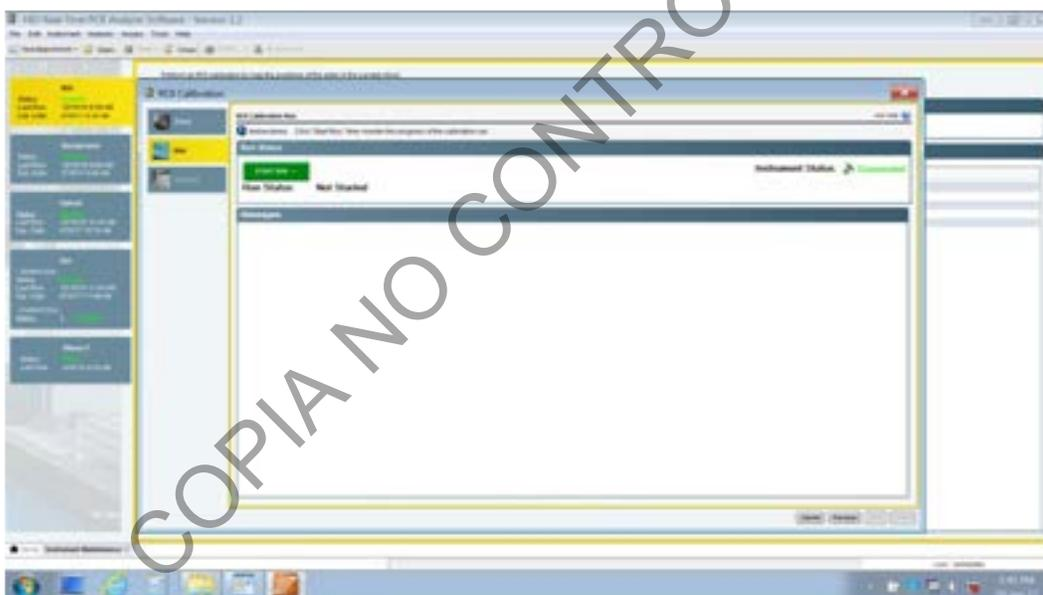

Figura 24. Opciones de calibración, mostrando la casilla ROI y cuadro para empezar el análisis en color verde
7.4.1.12 Haga click en el botón superior izquierdo color verde **Start Run**. Ver figura 24